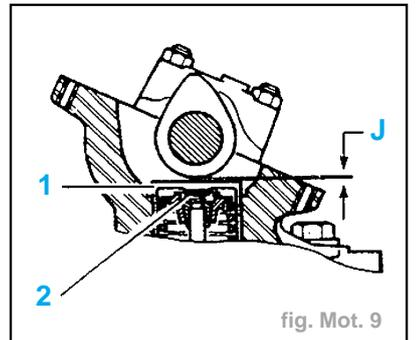

fig. Mot. 9
- Mettre la soupape d'échappement du cylindre n°1 en pleine ouverture et contrôler le jeu à la soupape d'échappement (4) et à la soupape d'admission (3).
- Contrôler avec une jauge d'épaisseur, le jeu entre lame et poussoir (fig. Mot. 9).
- Si les valeurs de jeux (J) relevées sont incorrectes (fig. Mot. 9), déposer :
- les poussoirs (1),
- les grains de réglage (2).